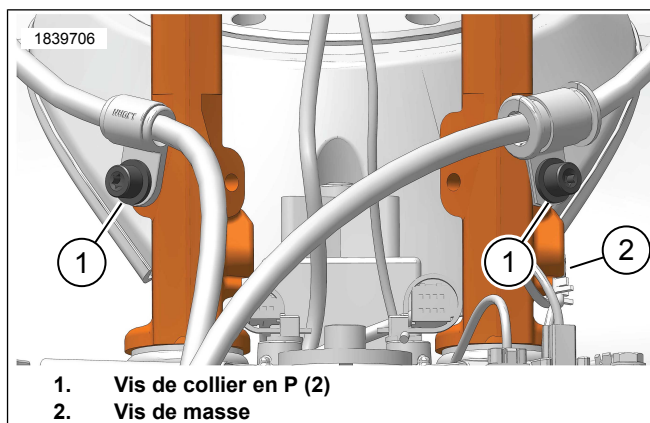

Figure 2. Collier en P et vis de mise à la masse
2. Voir la figure 2. Retirer et conserver les vis.
- a. Vis de collier en P (1)